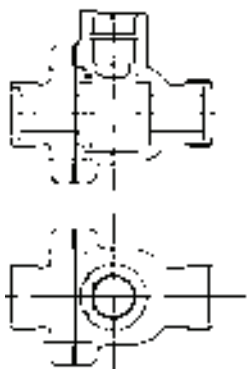

图 9-13 插入阀盖后的图形
2) 插入阀盖平面图。选择菜单栏“工具”→“选项板”→“设计中心”命令，弹出“设计中心”对话框。在相应的文件夹中找出“阀盖主视图”，并选择其下的“块”选项，右边的图框中出现该平面图中定义的块，如图 9-12 所示。插入“阀盖主视图”块，插入的图形比例为“1:1”，旋转角度为“0”，插入点的坐标为(84,200)。由于阀盖的外形轮廓与阀体的左视图的外形轮廓相同，故“阀盖左视图”块不需要插入。因为阀盖是一个对称结构，所以把“阀盖主视图”块，插入到“阀体装配平面图”的俯视图中，结果如图 9-13 所示。